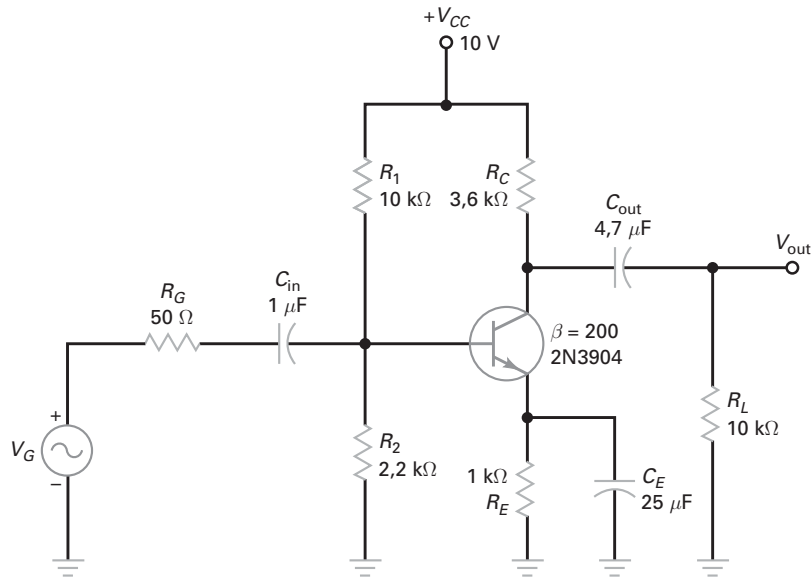

Figura 14-40
14-33 Na Figura 14-40, qual a frequência de corte inferior para o circuito de acoplamento da base?
14-34 Na Figura 14-40, qual a frequência de corte inferior para o circuito de acoplamento do coletor?
14-35 Na Figura 14-40, qual a frequência de corte inferior para o circuito de desvio do emissor?
- 14-36** Na Figura 14-40, C'_c é dado como 2 pF, $C'_e = 10$ pF e C_{stray} é 5 pF. Determine a frequência de corte superior para os circuitos de entrada da base e de saída do coletor.